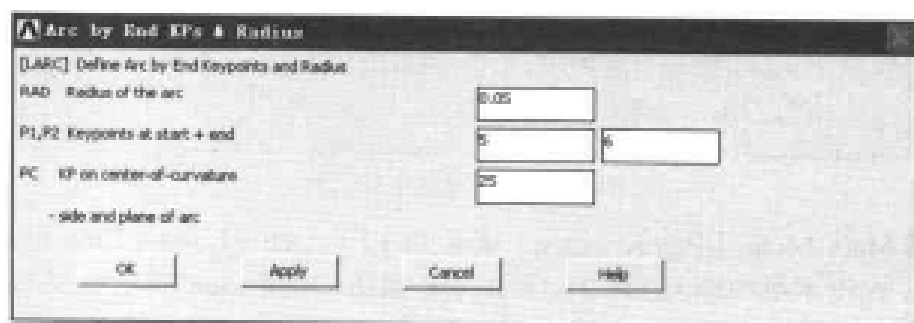

图 10-81 生成圆弧线段对话框
(13) 参照上一步的操作, 在 ANSYS 显示窗口生成编号为 26, 坐标为 (0.35, 0.3505, 0) 的关键点。
(14) 选择 Main Menu | Preprocessor | Modeling | Create | Lines | Arcs | By End KPs & Radius 命令, 出现 Arc by End KPs & Radius 菜单, 在文本框中输入 5, 6, 单击 OK 按钮, 出现 Arc by End KPs & Radius 菜单, 在文本框中输入 25, 单击 OK 按钮, 出现 Arc by End KPs & Radius 对话框, 在 RAD Radius of the arc 文本框中输入 0.05, 其余选项采用默认设置, 如图 10-81 所示, 单击 OK 按钮关闭该对话框。